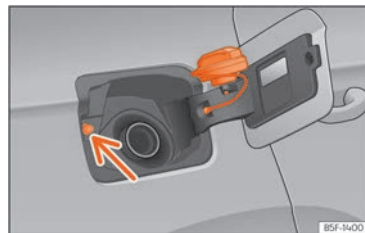

Fig. 221 Trappe à carburant avec bouchon ouvert.
Évitez de toucher le bouton de verrouillage de la trappe à carburant » » **fig. 221** (flèche). Le système comprendrait que vous avez terminé et vous ne pourrez plus faire le plein. Appuyez sur la touche  de la porte du conducteur pour continuer.
- Placez le bouchon dans le logement se trouvant sur la charnière de la trappe à carburant ouverte » » **fig. 221**.